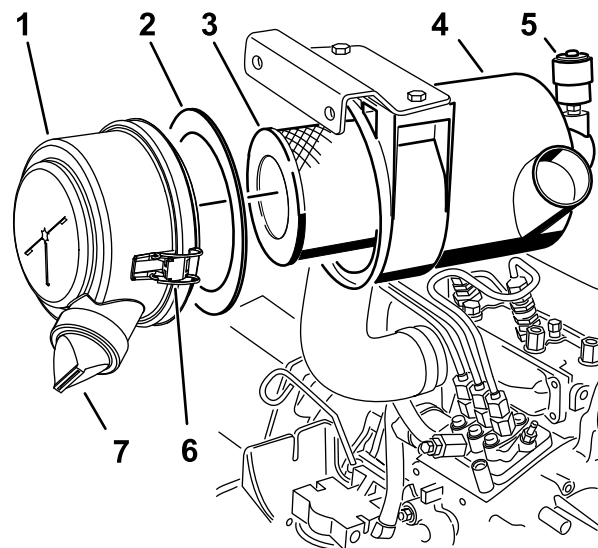

Figure 66
3. Faites l'entretien du filtre à air (Figure 66).